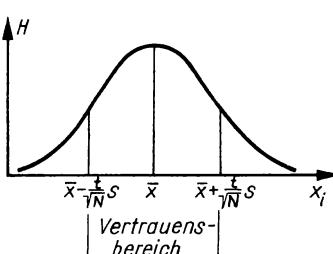

Bild 2
Wenn wir die gleiche physikalische Größe unter gleichen Bedingungen mehrfach messen und die Häufigkeit H übereinstimmender Meßwerte über dem Meßwert x_i auftragen, erhalten wir bei ausreichend hoher Zahl der Messungen eine Verteilung der Meßwerte nach Bild 2. Die Häufigkeit von Meßwerten in der Nähe des durch (7) definierten Mittelwertes \bar{x} ist sehr groß, dagegen weichen nur wenige Meßwerte wesentlich von \bar{x} ab. (Große Meßfehler sind dabei nicht berücksichtigt!)
Der Vertrauensbereich des Mittelwertes (Bild 2) ist